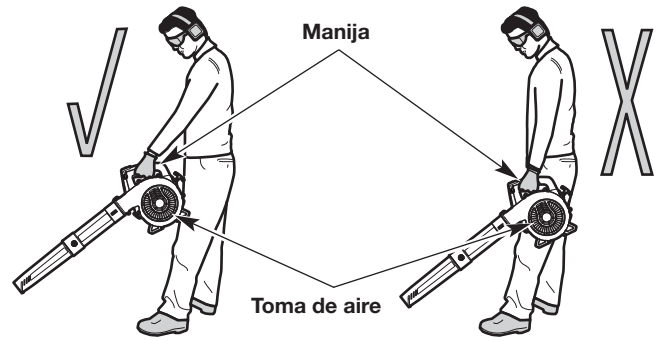

Fig. 15
- Párese en la posición de arranque (Fig. 15). Párese derecho. No se incline sobre el aparato.
- Sostenga la unidad delante y separada del cuerpo (Fig. 15).
**WARNING:** A fin de evitar que se produzcan lesiones graves o daños a la unidad, **NO** sostenga la unidad en su costado (Fig. 15). El motor puede estar muy caliente. **NUNCA** bloquee la toma de aire.